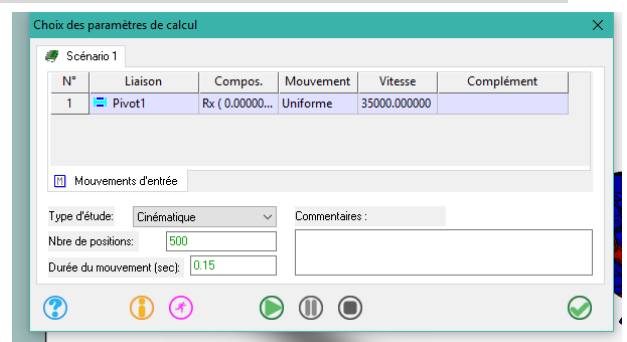

Figure 3 : Paramétrage calcul mécanique
- 6- Sélectionner la pivot 1 et appliquer la vitesse de rotation moteur en pleine charge. (voir Figure 3).